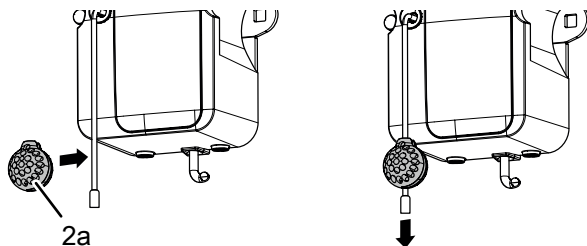

Fig. 10: Upphäva inbrottsskyddet
Håll upp spiralkabeln (25) vertikalt - se bild 10. Den horisontala kabeln får inte töjas mer än max. 3 gånger den ursprungliga längden. Fixera kabelklämman (22) i knäckpunkten. Håll kabelklämman (22) mot väggen och markera. Borra hålet, sätt i pluggen (20) och skruva fast kabelklämman (22) med skruven (12).